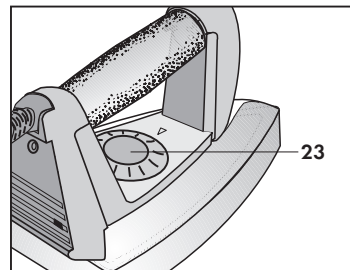

Abb. 21
- Den Temperaturregler (23) des Bügeleisens auf die gewünschte Position je nach Gewebe drehen (Abb. 21).